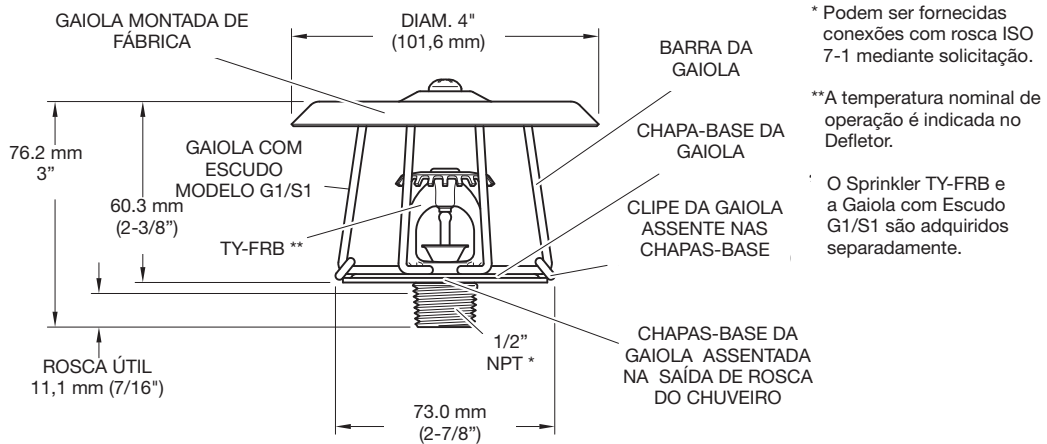

FIGURA 1
Passo 2. Para apertar o sprinkler na sua conexão, use apenas a Chave de Sprinkler Modelo W-6 (Ver Figura 5). Consultando a Figura 1, aplique a Chave de Sprinkler Modelo W-6 na superfície de aperto.
Passo 4. Separe as duas metades das Chapas-Base com abertura suficiente para passar pela Saída de Rosca do sprinkler. (Consulte a Figura 1).